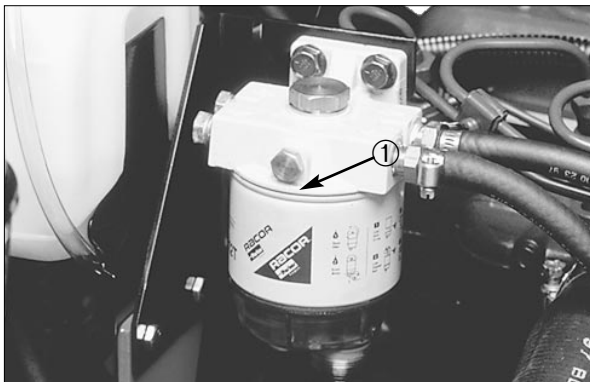

Fig. 15
2. Løsn udluftningsskruen oven på brændstoffilteret/vandudskilleren (Fig. 15).